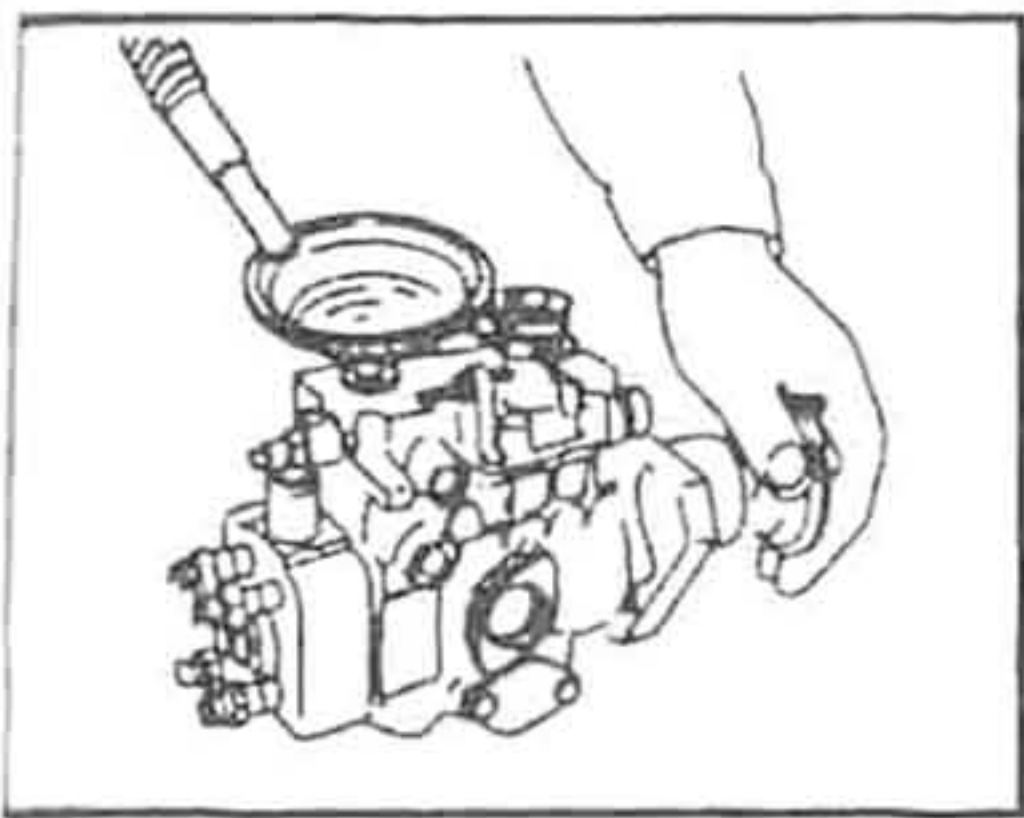

Рис. 330.
Залейте в насос дизельное топливо (или испытательную жидкость (рис. 330)). Подайте напряжение питания на электромагнитный клапан отсечки подачи топлива (от аккумулятора напряжением 12 В). Установите рычаг управления насосом в положение полной нагрузки. Винт регулировки максимальной частоты вращения коленчатого вала двигателя (1) поверните до от-